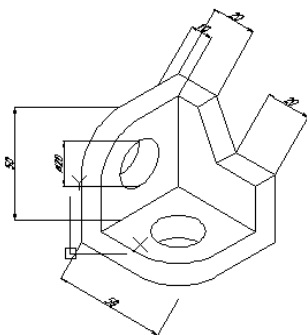

图 14.110 标注图形
(3) 执行【标注】/【对齐】命令, 对图形的外尺寸进行标注, 结果如图 14.110 所示。